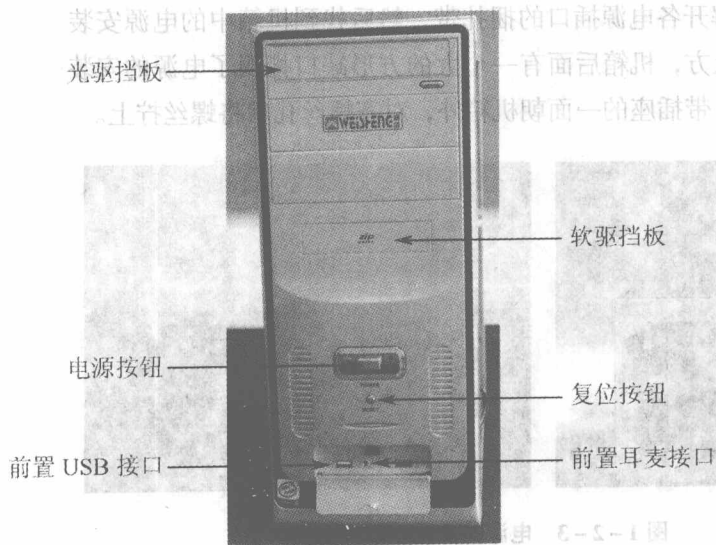

图 1-2-1 机箱
1. 取下主机箱面板上的一块光驱挡板 (光驱挡板的位置可参照图 1-2-1), 将光驱从机箱的前面板塞入。
1. 取下主机箱面板上的软驱挡板（软驱挡板的位置可参照图 1-2-1），将软驱从机箱的前面板塞入。